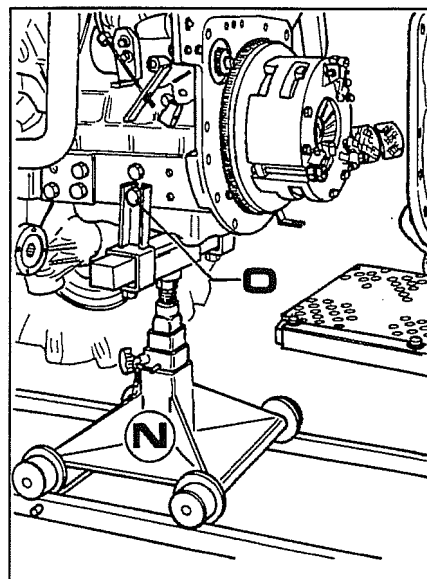

Fig. 18
18. A este ponto pode-se separar a máquina. Portanto, é necessário colocar a ferramenta **N** fig. 18 indispensável para sustentar e manter alinhadas as duas partes e a seguir fixa-las aos parafusos **O**.